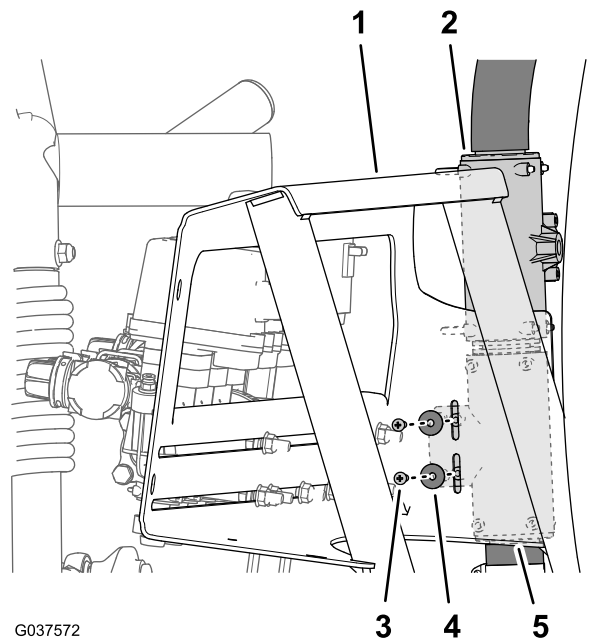

图44
- 拧下将下 T 形接头固定至阀门支架的 2 个十字头螺丝 #10 x 5/8 英寸和 2 个垫圈 #10 (图44)。